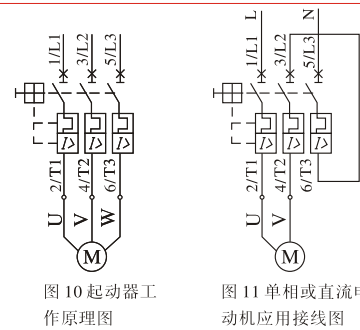
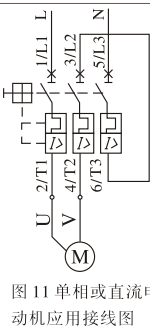

图 10 起动器工作原理图
图 11 单相或直流电动机应用接线图
8.3.3 对于保护不同功能的电动机，其接线方法亦有所不同，其工作原理见图10；单相或直流电动机应用接线图见图11。